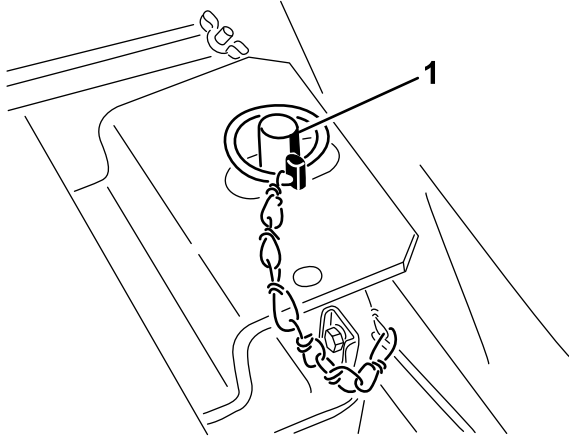

Figura 11
6. Desenganche la varilla de soporte y bájela. Baje el asiento e introduzca el pasador de seguridad a través del espárrago de la pletina de enganche del asiento. Coloque el anillo de alambre encima del espárrago (Figura 11).
8. Desenganche la varilla de soporte y bájela. Baje el asiento e introduzca el pasador de seguridad a través del espárrago de la pletina de enganche del asiento. Coloque el anillo de alambre encima del espárrago (Figura 11).